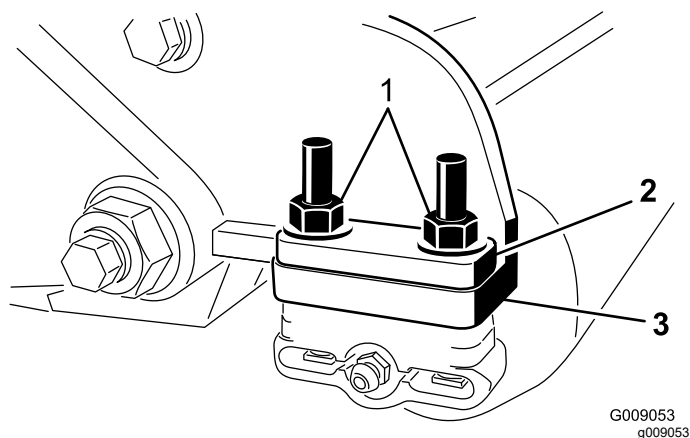

Figure 23
9. Retirez les 2 écrous qui fixent chaque support de rouleau aux plaques latérales (Figure 23). N'enlevez pas les boulons.